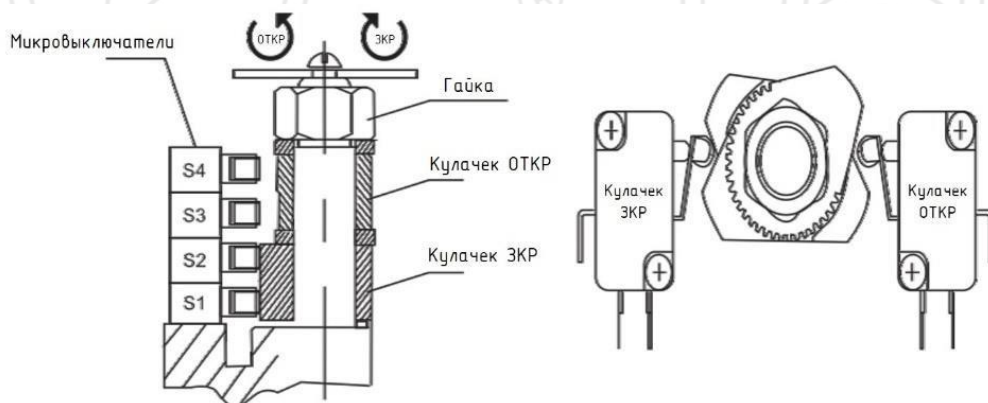

Рис.4
- 6.1. Настройка конечных выключателей (рис. 4)